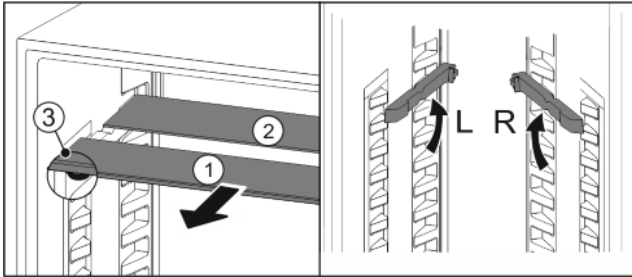

Fig. 17
- Retire Fig. 17 (1) las planchas de cristal individualmente hacia adelante.
- ▷ Plancha de cristal Fig. 17 (1) con el tope de extracción está adelante.
- ▷ Los topes apuntan hacia abajo Fig. 17 (3).